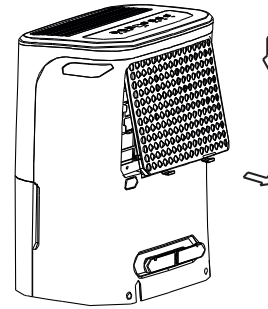

Fig. 8
- Para extraer el filtro, tire de él hacia afuera (Fig. 8).